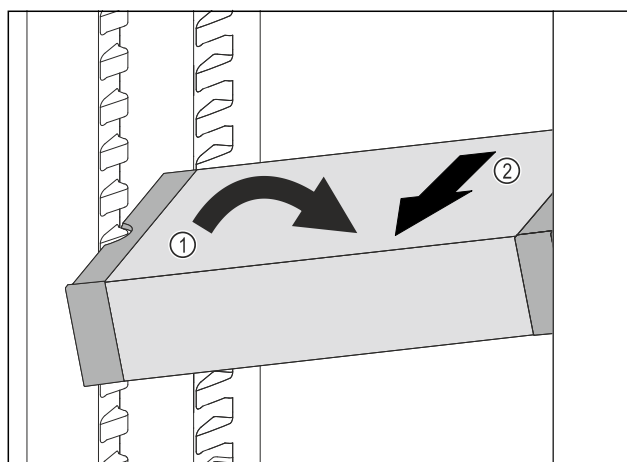

Fig. 97
- Наклонете VarioSafe в хладилната част. Fig. 97 (1)
- Извадете VarioSafe напред. Fig. 97 (2)